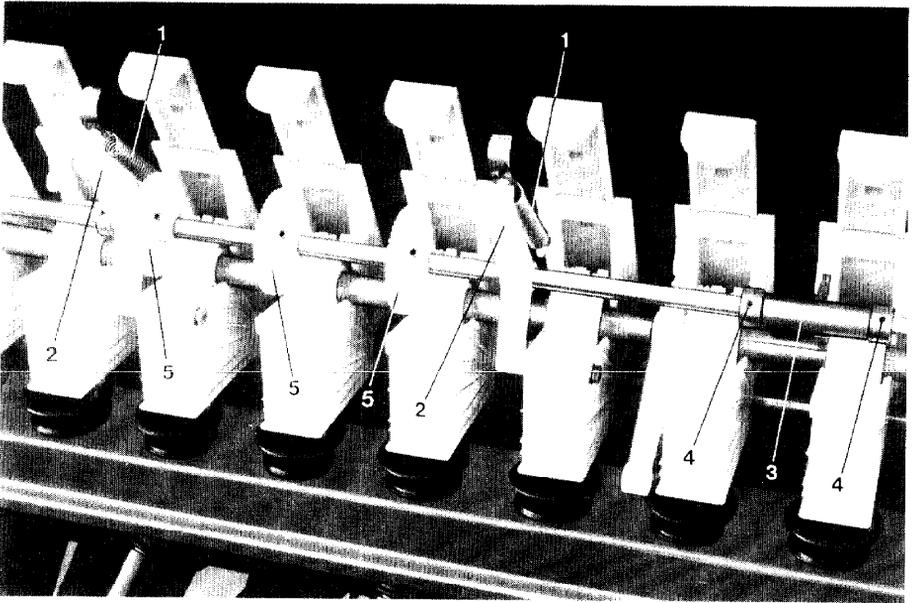
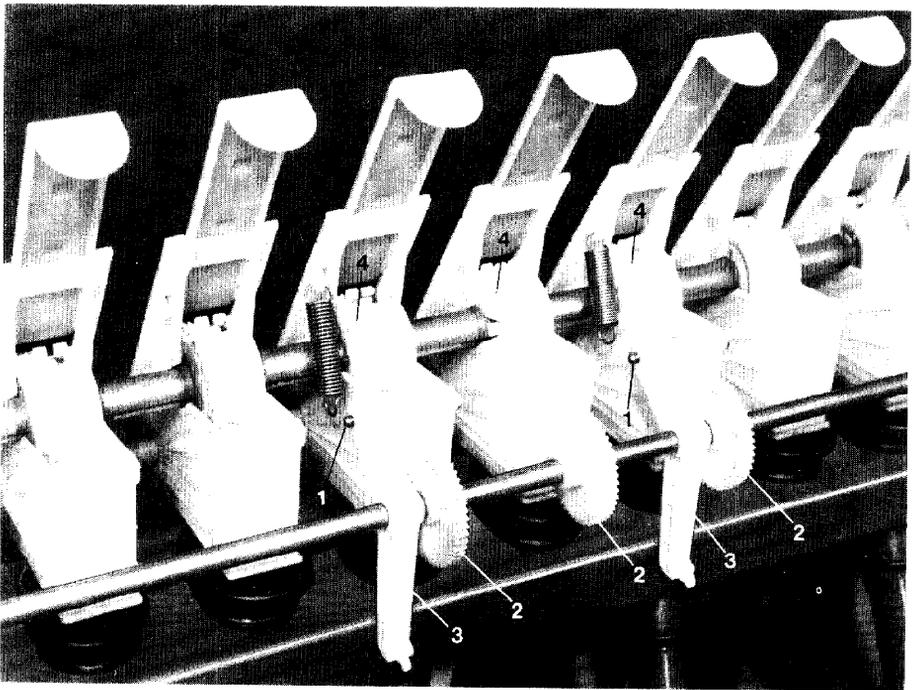

Fig. 90
Fig. 91
- Zugfedern (Fig. 90/1) zwischen Sägehäusen und Schwenklagern (Fig. 90/2) lösen und die Vorgelegewelle nach hinten abklappen (Fig. 91).
- Eine Halterung (Fig. 90/3), die die Vorgelegewelle axial sichert, greift in eine Aussparung am Sägehäuse. Diese Halterung wird beim Abklappen der Vorgelegewelle aus der Aussparung herausgezogen und ist nach erfolgter Montage in der gleichen oder in einer Aussparung der nebenliegenden Sägehäuse zu befestigen. Die Halterung (Fig. 90/3) ist axial durch Stellringe (Fig. 90/4) auf der Vorgelegewelle gesichert.
- Die von der Säwelle angetriebenen Säräder sind mit Gewindestiften, die in den Feinsärädern stecken, auf der Säwelle befestigt. Gewindestifte (Fig. 91/4) der **neuen** Fahrgassensäräder lösen, bis sich die **neuen** Fahrgassensäräder frei auf der Säwelle drehen lassen.
- Skt.-Schrauben (Fig. 91/1), mit denen die Schwenklager an den **alten** Fahrgassensägehäusen befestigt sind, lösen.
- Schwenklager (Fig. 91/3) und Kunststoffantriebsritzel (Fig. 91/2) auf der Vorgelegewelle verschieben.
- Schwenklager (Fig. 91/3) an den **neuen** Fahrgassensägehäusen befestigen, Vorgelegewelle hochklappen und Zugfedern (Fig. 90/1) zwischen Schwenklagern und Sägehäusen einhängen.
- Die Zähne der Kunststoffantriebsritzel (Fig. 90/5), mit denen der Feinsäräder in Eingriff bringen und Antriebsritzel auf der Vorgelegewelle befestigen.
- **Alte** Fahrgassenfeinsäräder mit der Säwelle wieder verbinden. Dazu wird der Gewindestift (Fig. 91/4) so weit in das Feinsärad eingedreht, bis das Särad von der Säwelle mit leichtem Verdrehspiel mitgenommen wird. Zu fest angezogene Gewindestifte verspannen die Säräder.
Drillmaschinen mit 2-fach Schaltung sind nur auf der rechten Drillmaschinen­seite mit abschaltbaren Särädern zum Anlegen der Fahrgassen ausgerüstet. Die gewünschte Spur wird jeweils auf einer Hin- und einer Rückfahrt auf dem Feld angelegt (vergl. Pkt. 23.2, Beispiel 1). Die Vorgelegewelle ist deshalb nur auf der rechten Drillmaschinen­seite mit Kunststoffantriebsritzeln (Fig. 90/5) zu bestücken. Die Antriebsritzel sind auf der Vorgelegewelle so zu montieren, daß der Abstand der Fahrgassensäräder, gemessen von der rechten äußeren Maschinen­seite, eine halbe Schlepperspur beträgt. Die Montage der Antriebsritzel erfolgt nach Pkt. 23.4, die Umrüstung des Schaltkastens nach Pkt. 23.6. Bei Arbeiten mit dem Vorauf­laufmarkiergerät ist die linke Spuran­reißerscheibe zu demontieren.